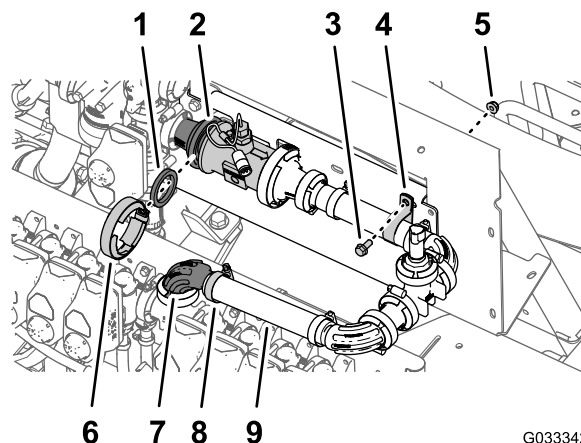

Figura 126
- Allineate la guarnizione (2 1/4") tra il flussometro e l'adattatore del riduttore installato sul lato destro della valvola di comando principale (Figura 126).
- Montate, senza serrarli, la guarnizione, il flussometro e l'adattatore del riduttore (Figura 126) con il morsetto flangiato da 76 mm.
- Montate, senza serrarla, l'estremità libera del flessibile (1" x 8 1/2") sul raccordo flangiato a 90° (1"), con una fascetta stringitubo (Figura 126).
- Fissate il trasduttore di pressione e il collettore al relativo supporto con un serratubi a R, un bullone a testa flangiata (5/16" x 3/4") e un dado di bloccaggio flangiato (5/16"), come illustrato nella Figura 126.